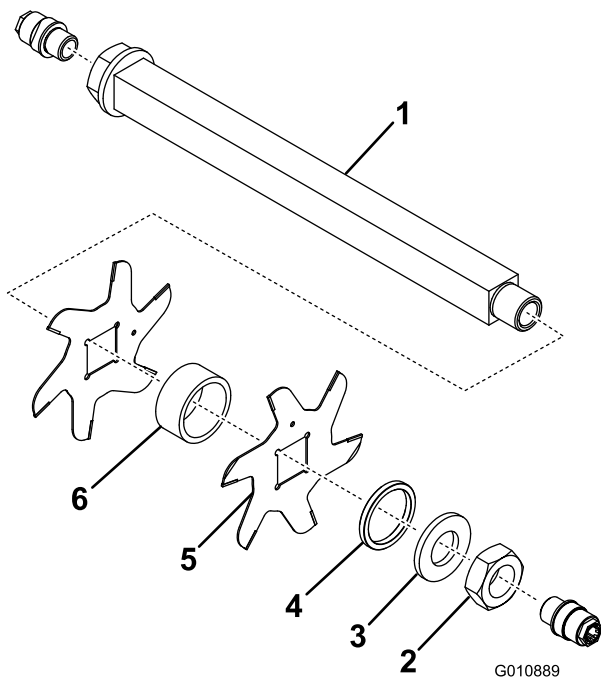

Bild 18
3. Entfernen Sie das kleine Distanzstück, die Scheibe, die Messer und das große Distanzstück. Reinigen und schmieren Sie die rechteckige Welle mit etwas Schmiermittel ein, um die Montage zu vereinfachen (Bild 18).